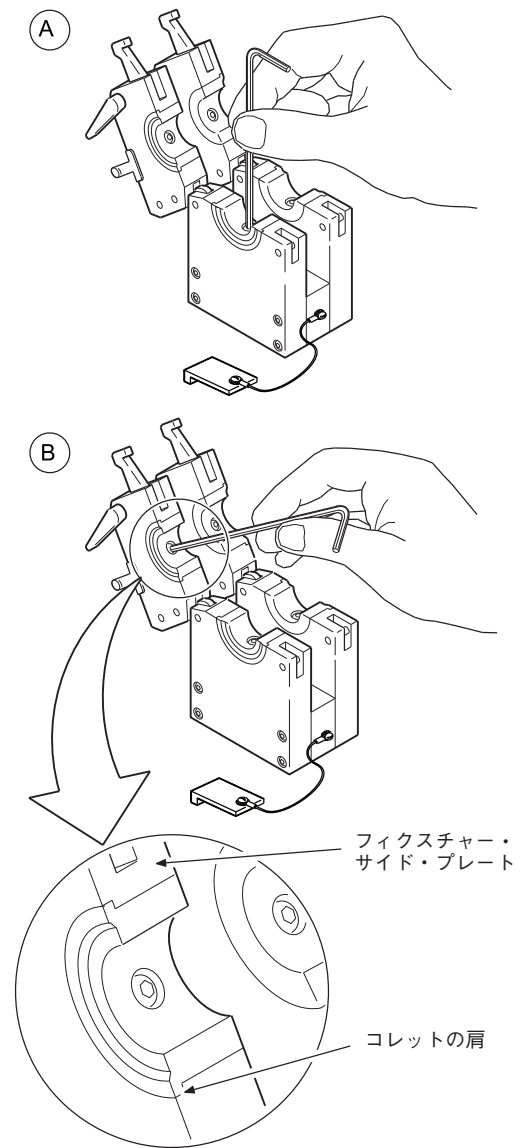

図 13: コレットを取り付ける
2. 上部および下部サイド・プレートの両方にコレットを取り付け、コレット止めネジを締め付けます。コレットの肩とフィクスチャー・サイド・プレートに段差がないことを確認します。図 13 をご参照ください。